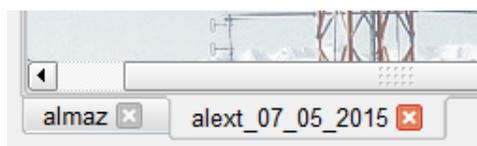

Рис. 36
4.1.6.4. Элемент управления списком активных карт (рис. 36) служит для отображения перечня активных карт СПО "Мастер М", позволяет переключать текущую карту и закрывать ненужные более активные карты.